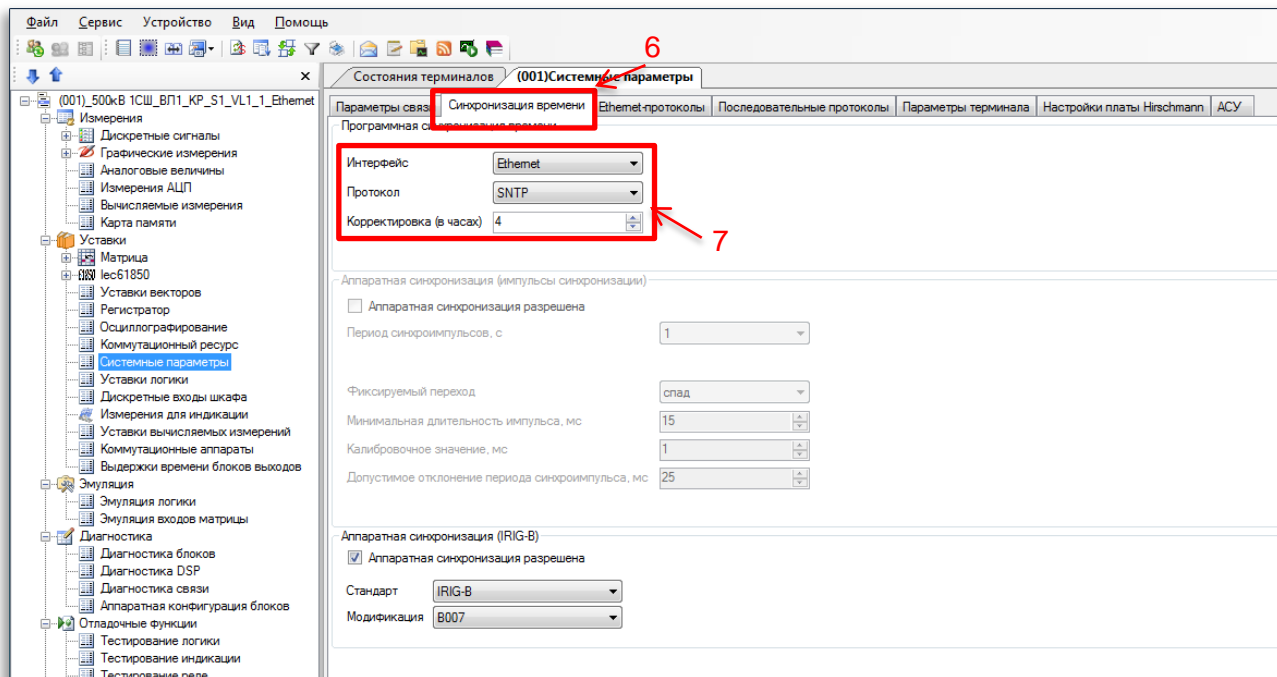

Рисунок 2 – Синхронизация времени
2.1.7 Далее во вкладке **Синхронизация времени** (см. рисунок 2, обозначение 6) выбрать интерфейс Ethernet и протокол синхронизации времени SNTP (см. рисунок 2, обозначение 7).
2.1.8 Задать значение корректировки внутренних часов терминала относительно всемирного координированного времени (UTC). Корректировка используется для установки местного времени при синхронизации терминала в системе UTC (см. рисунок 2, обозначение 7).